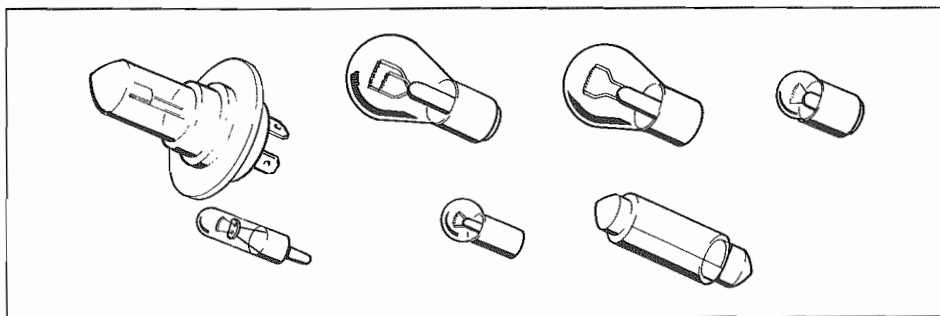

Fig. 13 - Lampade
- Riferirsi alla **Fig. 13** per le caratteristiche di ogni singola lampada.
- Refer to **Fig. 13** for the characteristics of each single bulb.